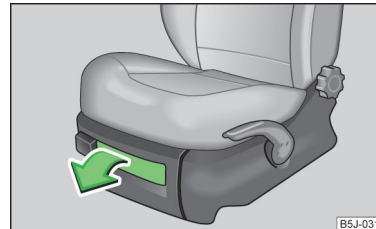

Abb. 68
- Zum Öffnen der Klappe den Griff ziehen » Abb. 68.